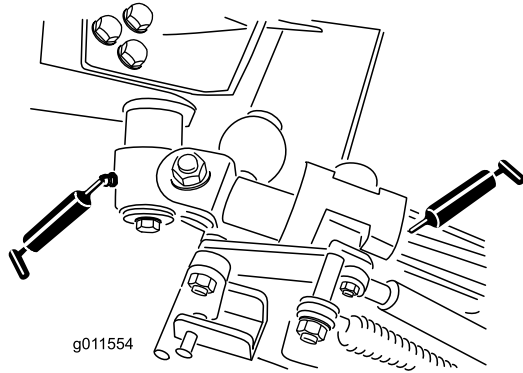

Figure 44
- 2 bagues de pivot d'axe coudé (Figure 44)
- 4 bagues de bras arrière (Figure 44)